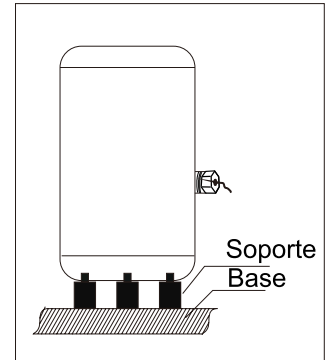

Fig.2 Instalación Cilindro
- a. Instalación cilindro. Colocar el cilindro en el lugar seleccionado, mantener el cilindro balanceado por medio de los soportes de ajuste. (Fig. 2)